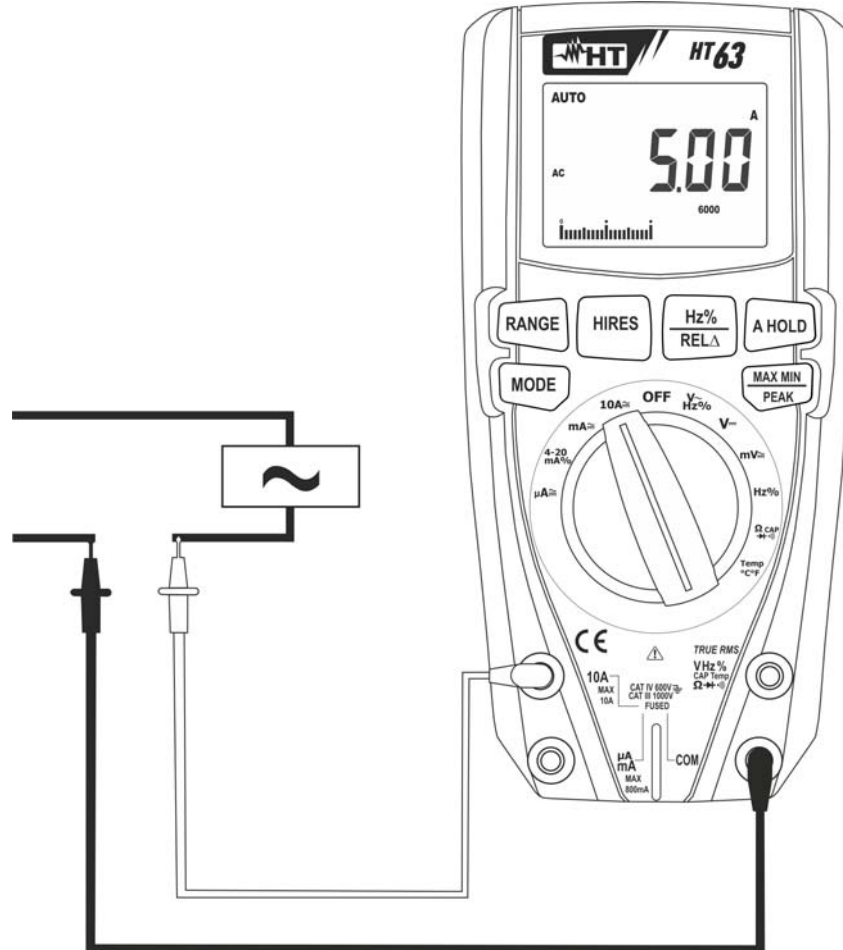

Fig. 10: Uso del instrumento para medida de Corriente CA
5. Conecte la punta roja y la punta negra en serie al circuito del que se quiere medir la corriente (vea Fig. 10)